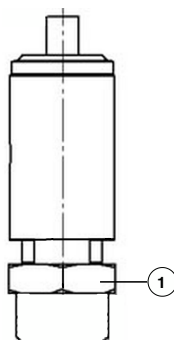
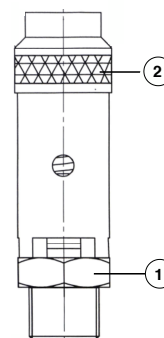

Рис. 24: Предохранительный клапан с разъемом 1/4"
Рис. 25: Предохранительный клапан с разъемом 1/2"
2. Откройте предохранительный клапан на несколько секунд, повернув гайку с накаткой (см. поз. 2, Рис. 25 на стр. 51) против часовой стрелки. Во время данного процесса открывается затвор предохранительного клапана, за счет чего должен стравиться воздух.
1. Установите на плоскости под ключ рожковый ключ (см. поз. 1, Рис. 24 на стр. 51 и Рис. 25 на стр. 51) и поворотом влево выкрутите предохранительный клапан.